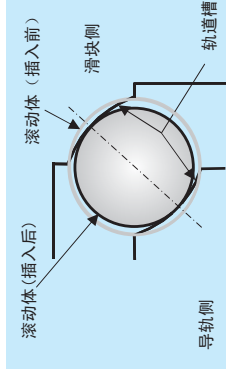

图 3.1 预紧方法
- 直线导轨的预紧施加方法。一般如图 3.1 所示,将略大于导轨沟槽空间的滚动物体插入沟槽施加预紧。